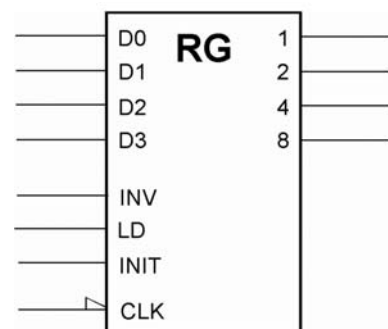

Abb. 13
30. Entwerfen Sie ein vollsynchrones 4-Bit-Register (Abb. 13) mit den Funktionen gemäß der folgenden Tabelle. Grundlage: D-Flipflops sowie beliebige Gatter. Es genügt, eine Bitposition sowie ggf. erforderliche zentrale Schaltmittel darzustellen. *Vorrangregel*: INIT dominiert über LD.